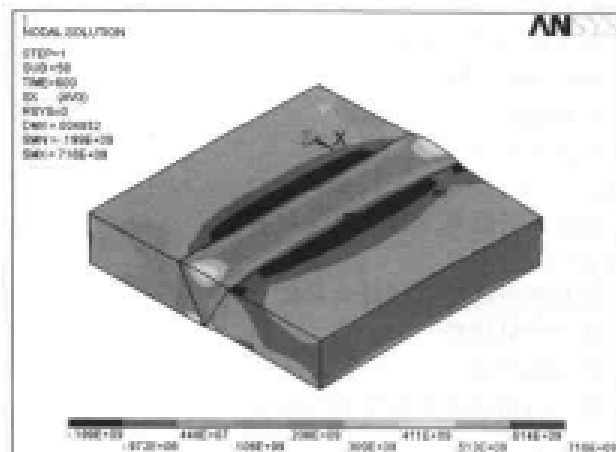

图 13-94 X 方向应力等值线图
(6) 选择 Main Menu | General Postproc | Plot Result | Contour Plot | Nodal Solu 命令, 出现 Contour Nodal Solution Data 对话框, 选择 Nodal Solution | Stress | X-Component of stress 选项, 单击 OK 按钮, ANSYS 窗口显示径向应力场分布等值线图, 如图 13-94 所示。